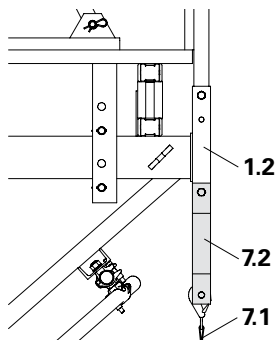

Fig. B1.32
2. Agganciare la cinghia (7.1) con l'estremità senza tenditore regolabile al perno. (Fig. B1.32)